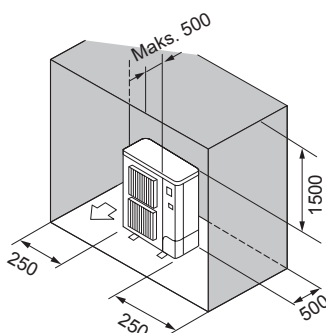

Fig. 2-11
- ⑥ Hindringer kun bak, på sidene og over (Fig. 2-11)